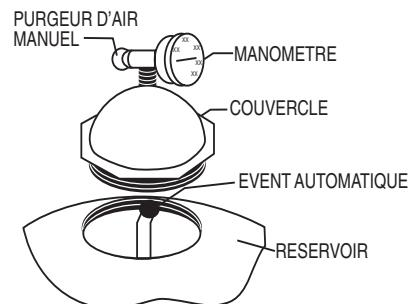

Figure 1.
- Faites pivoter le diffuseur pour le décentrer dans le réservoir des TR40, 50, 60, TR60 ClearPro, 100 & 140 en le tournant dans le sens inverse des aiguilles d'une montre. (**REMARQUE:** Le multidiffuseur ne doit pas être déplacé sur les modèles TR100HD, TR100C, TR100C-3 et TR140C, TR140C-3. Après avoir mis en place le matériau de filtrage comme indiqué plus loin, vérifiez que le haut des diffuseurs est parallèle au lit de sable.) Remplissez à moitié le réservoir d'eau. Versez d'abord le gravier pisiforme (le cas échéant), puis le sable lentement dans le haut du filtre, pour éviter que l'impact créé par le matériau de filtrage endommagé les éléments latéraux. Voir les données figurant dans le Tableau B du présent livret pour les quantités correctes de sable et de gravier. Remplacez le filtre jusqu'au niveau permettant de maintenir une hauteur au-dessus du sable constante (voir Tableau B). Faites pivoter le diffuseur pour le ramener dans sa position verticale si vous l'avez déplacé. Veillez à ce que l'évent automatique dépasse dans le haut du couvercle, comme indiqué sur la Figure 1 ci-dessous. Vérifiez que l'évent est centré dans le couvercle. Enlevez tout sable entourant l'ouverture filetée en haut du réservoir.